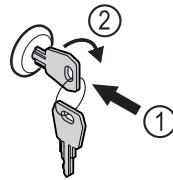

Fig. 57
- Вдавити ключ Fig. 57 (1).
- Повернути ключ на 90° за годинниковою стрілкою Fig. 57 (2).